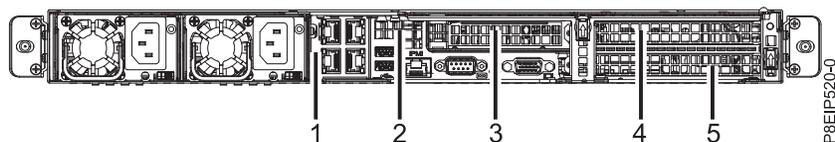

Figura 39. Posições do adaptador PCIe 8001-12C
- Consulte as posições do adaptador PCIe conforme mostrado na Figura 39.